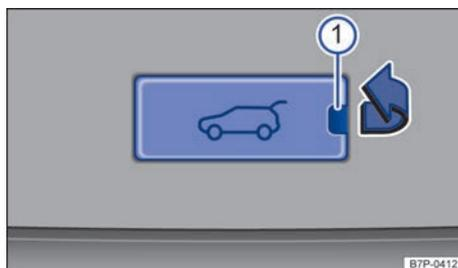

Fig. 257 Desde el maletero: tapa en la zona inferior central del guarnecido del portón del maletero.
- Retire la tapa de la zona inferior del guarnecido interior del portón en el sentido de la flecha → fig. 257. Para ello, introduzca un objeto adecuado (el destornillador fino de las herramientas de a bordo, p. ej.) en el rebaje ①.